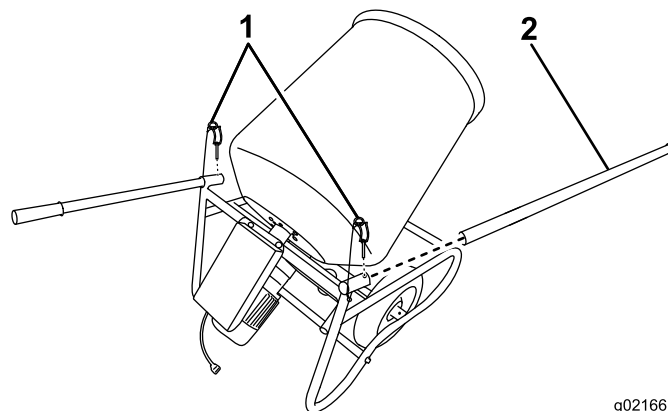

Figura 9
- Deslice los mangos en su sitio y sujételos con el pasador de bloqueo (Figura 9).